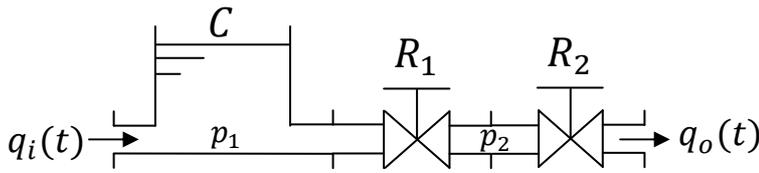

Figura 3 – Sistema hidráulico da questão 4.
- (b) A função de transferência obtida para o sistema da figura 3 é idêntica a função de transferência de qual sistema? Fazer o diagrama.